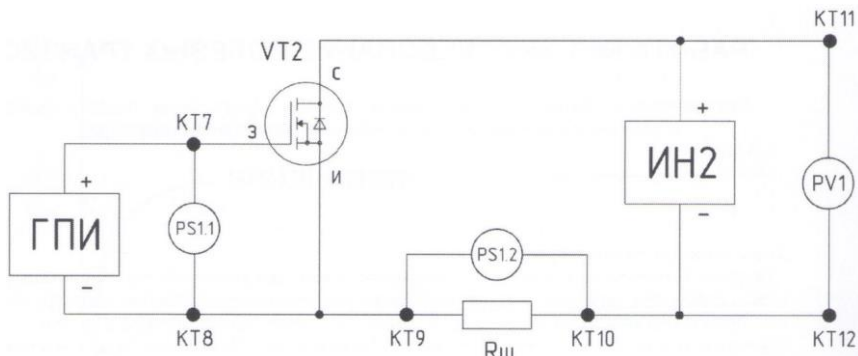
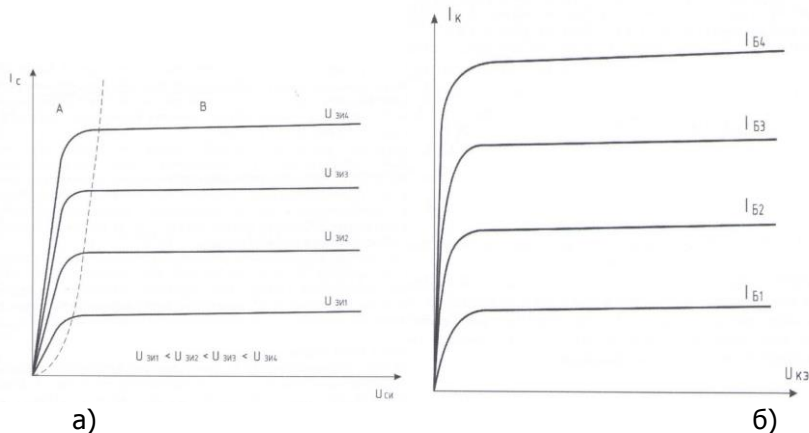
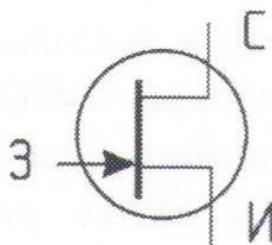
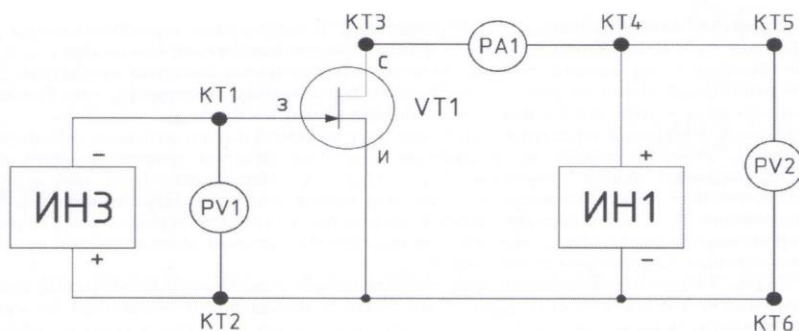

Рисунок 3.2 Схема исследования *n*-канального МОП-транзистора в импульсном режиме.
Рисунок 3.3 Стоковые характеристики *n*-канального МОП-транзистора **а)** и выходные характеристики биполярного *n-p-n*-транзистора **б)**.
Рисунок 3.5 Условное обозначение *n*-канального транзистора с *p-n*-переходом.
Рисунок 3.6 Схема для снятия характеристик *n*-канального полевого транзистора с *p-n*-переходом.
Для полевых транзисторов, включенных по схеме с общим истоком (рис. 3.2 и рис. 3.6) семейство выходных характеристик - это зависимость тока стока  $I_c$  от напряжения сток-исток  $U_{си}$  при различных значениях напряжения затвор-исток  $U_{зи}$ :  $I_c = f(U_{си})$  при  $U_{зи} = \text{const}$ . Семейство стоковых характеристик *n*- канального МОП-транзистора приведено на рис. 3.3, а. Для сравнения здесь же приведено семейство выходных характеристик обычного *n-p-n*-транзистора.
Очевидно, что *n*-канальные МОП-транзисторы и биполярные *n-p-n*-транзисторы во многом похожи. Подобно *n-p-n*-транзистору, у полевого транзистора при напряжении  $U_{си}$  свыше 1...2 В ток стока  $I_c$  почти не изменяется. Эту область стоквых характеристик называют областью насыщения. Это область **В** справа от пунктирной линии на рис. 3.3, а. Подобно биполярному транзистору, чем больше смещение затвора относительно истока, тем больше (в области насыщения) ток стока.
В полевых транзисторах р-п-переходом затвор образует с расположенным под ним каналом полупроводниковый р-п-переход. Следовательно, в полевом транзисторе с р-п-переходом во избежание прохождения тока через затвор последний не должен быть смещен в прямом направлении относительно канала. Затвор работает будучи смещенным в обратном направлении по отношению к каналу и в цепи затвора нет никакого тока, кроме тока утечки. Условное обозначение п-канального полевого транзистора с р-п-переходом изображено на рис. 3.5, а схема для снятия его характеристик - на рис. 3.6.
Схема измерения, приведенная на рис. 3.2, позволяет строить стоко-затворную и стоковые характеристики n-канального МОП-транзистора в импульсном режиме. Импульсы на затвор транзистора подаются с генератора прямоугольных импульсов **ГПИ**. Частота импульсов - 1 кГц, скважность - 10.
1.1 Зарисуйте схемы для исследования полевого транзистора с р-п-переходом (см. рис. 3.6) и **МОП**- транзистора (см. рис. 3.2).
2.1 Соберите схему, показанную на рис. 3.6.